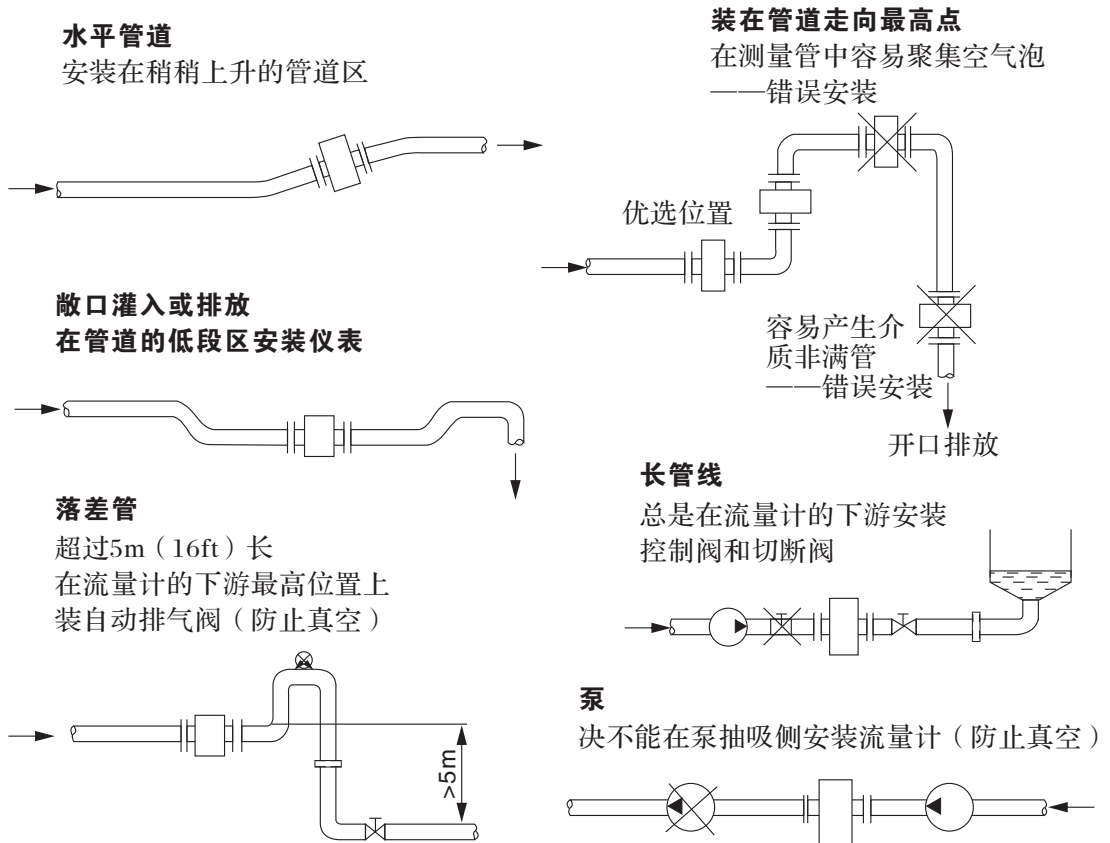

图9 流量计安装位置示意图
- 为了避免夹附气体所引起的测量误差以及由真空引起的对PTFE衬里的损害，安装时请参见图9。